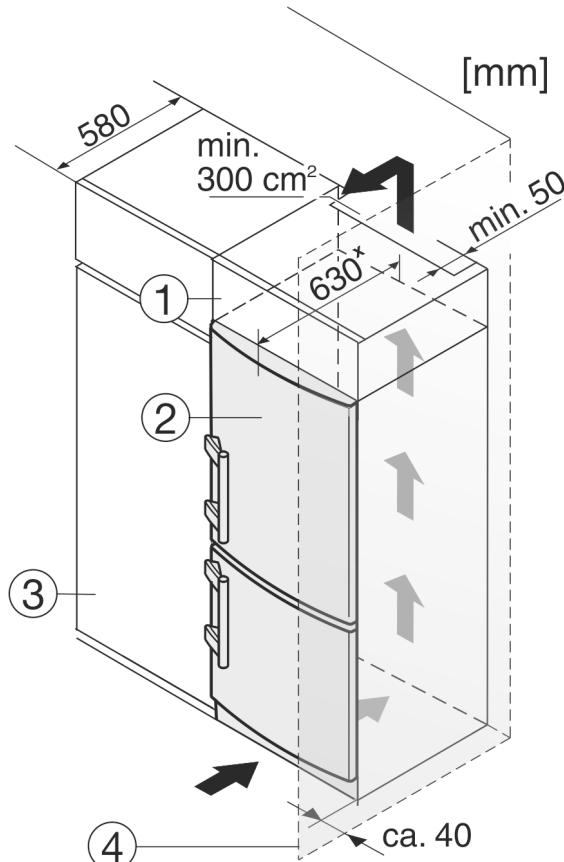

Fig. 9
- (1) Дополнительный шкафчик
- (2) Устройство
- (3) Кухонный шкаф
- (4) Стена
Устройство может быть окружено кухонными шкафами. Чтобы уравнять устройство Fig. 9 (2) по высоте с кухонной стенкой, можно установить над устройством дополнительный шкафчик Fig. 9 (1).
При комбинировании с кухонными шкафами (глубина макс. 580 мм) устройство можно установить непосредственно рядом с кухонным шкафом Fig. 9 (3). Устройство выступает сбоку на 34 мм × и по центру на 50 мм × относительно передней стенки кухонного шкафа.
Если устройство установлено на шарнирах у стены Fig. 9 (4), то расстояние между устройством и стеной должно быть не менее 40 мм. Настолько выступает ручка при открытой дверце.